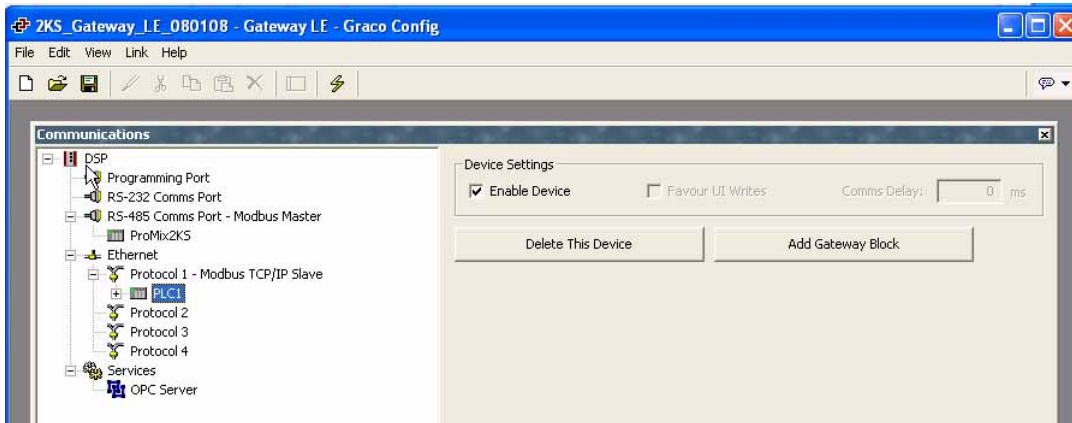

ABB. 20: PLC1 umbenennen
3. Siehe ABB. 20. Mit der rechten Maustaste auf „PLC1“ klicken, um dem Gerät ein für das System aussagekräftigen Namen zu geben.